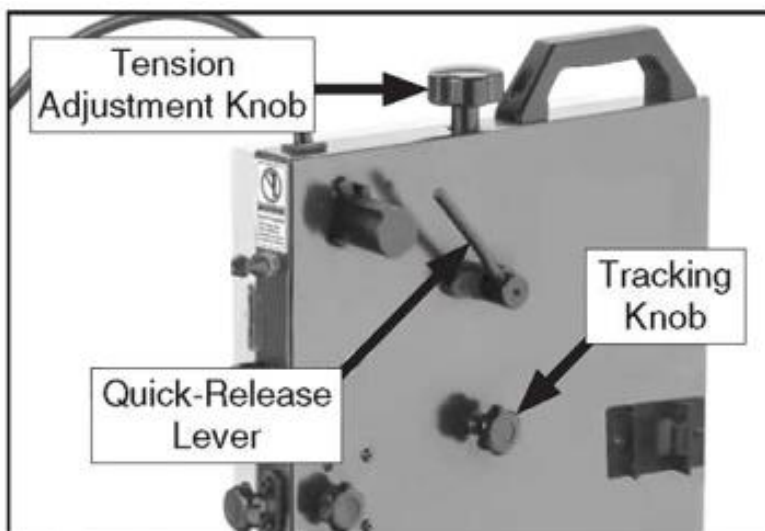

Рисунок 20. Элементы управления натяжением и регулировкой пильного полотна.
Поверните рычаг сброса натяжения полотна до упора по часовой стрелке (если смотреть с задней стороны станка), чтобы ослабить пильное полотно (см. рис. 20).
7. Вращайте верхний маховик одной рукой и медленно регулируйте ручку настройки (см. рис. 20) другой рукой до тех пор, пока полотно не будет последовательно перемещаться по центру маховика.